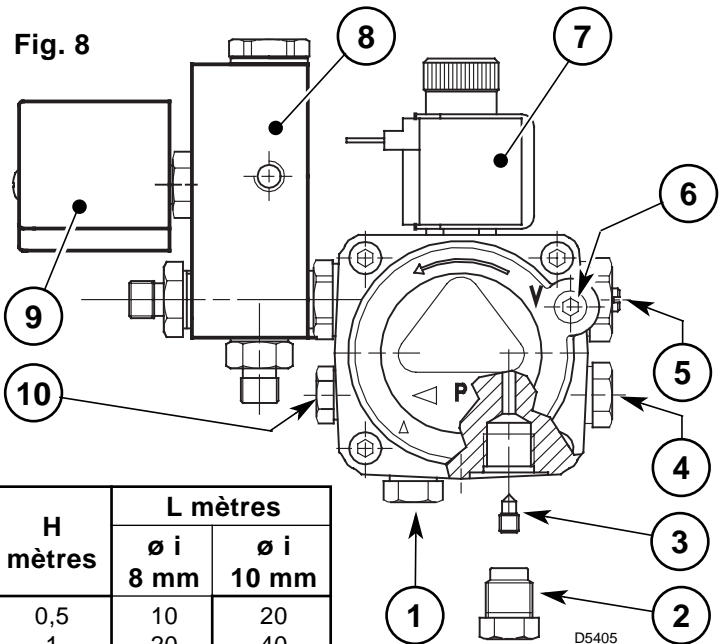

Fig. 8
Pour le fonctionnement en mono-tube, il faut dévisser l'écrou de retour (2), enlever la vis de by-pass (3) et ensuite revisser l'écrou (2), (voir fig. 8).
Dans l'installation en fig. 7, il faut desserrer le raccord du vacuomètre (6, fig. 8) jusqu'à la sortie du combustible.